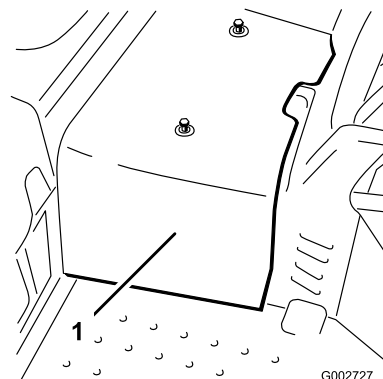

图 48
2. 拧掉将中央护罩固定到机器的 2 个螺丝然后取下护罩图 48。